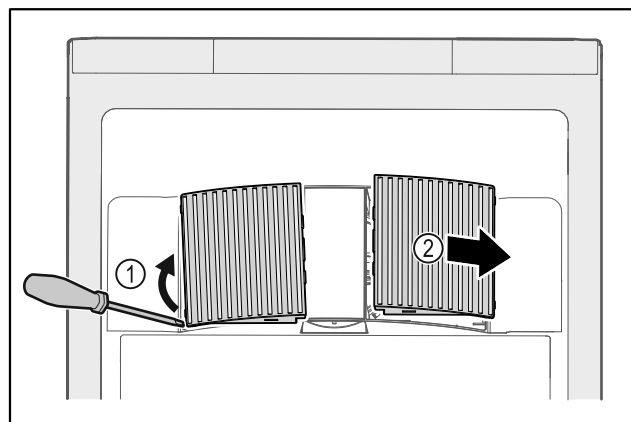

Fig. 144
- ▶ Lirk forsigtigt ventilatorafdækningerne ud fra siden Fig. 144 (1), og tag dem af forfra Fig. 144 (2).